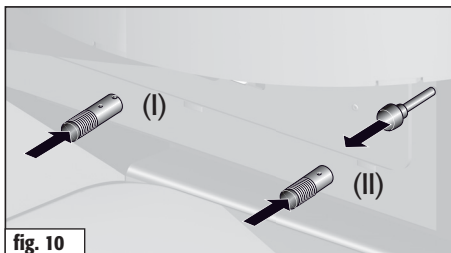

fig. 10
| Regolazione dell'aria secondaria.     | Posizionare la valvola dell'aria secondaria (II) tra lineetta 1 e 2. (fig. 10) |